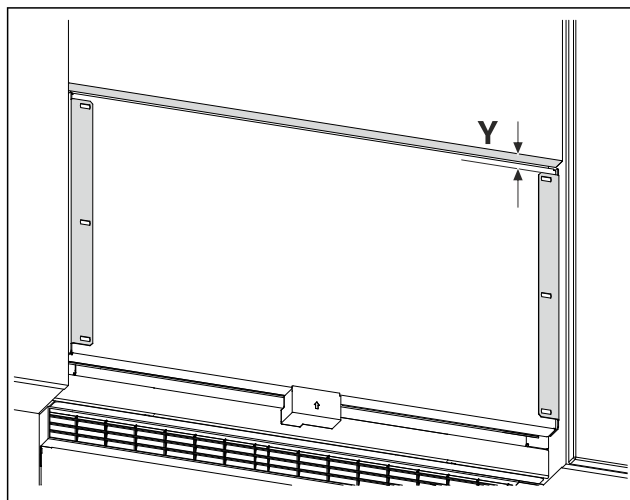

Fig. 24 Représentation à titre d'exemple
- Mesurer la distance Fig. 24 (Y) qui sépare le bord inférieur de la porte du meuble de l'équerre de fixation.